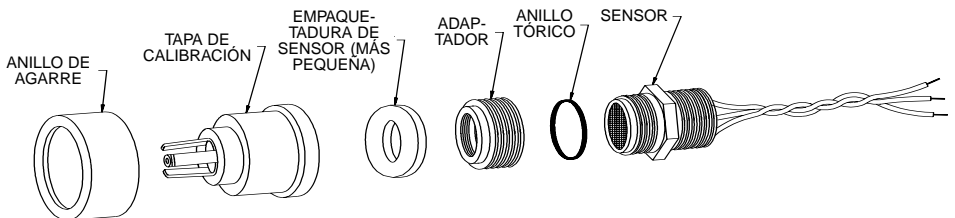

Figura 5. Modelo de sensor de gas Ultima que utiliza una tapa de sensor
- Use la empaquetadura de caucho o anillo tórico más pequeño de este juego (FIGURA 5)
- Use la empaquetadura de caucho o anillo tórico más pequeño de este juego (observe la FIGURA 5).